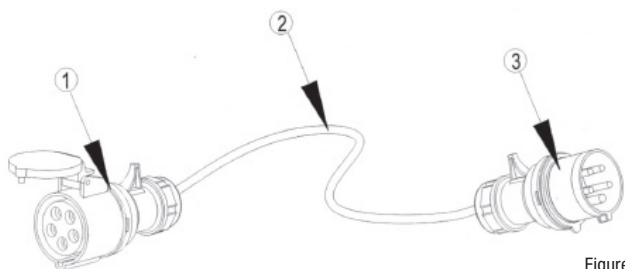

Figure 1
- L'utilisateur doit utiliser le coupleur de puissance acheté comme indiqué sur la "figure 1". Le coupleur doit être adapté à l'appareil et prolonger la mise à la terre. L'accouplement doit être approuvé par le NEN.